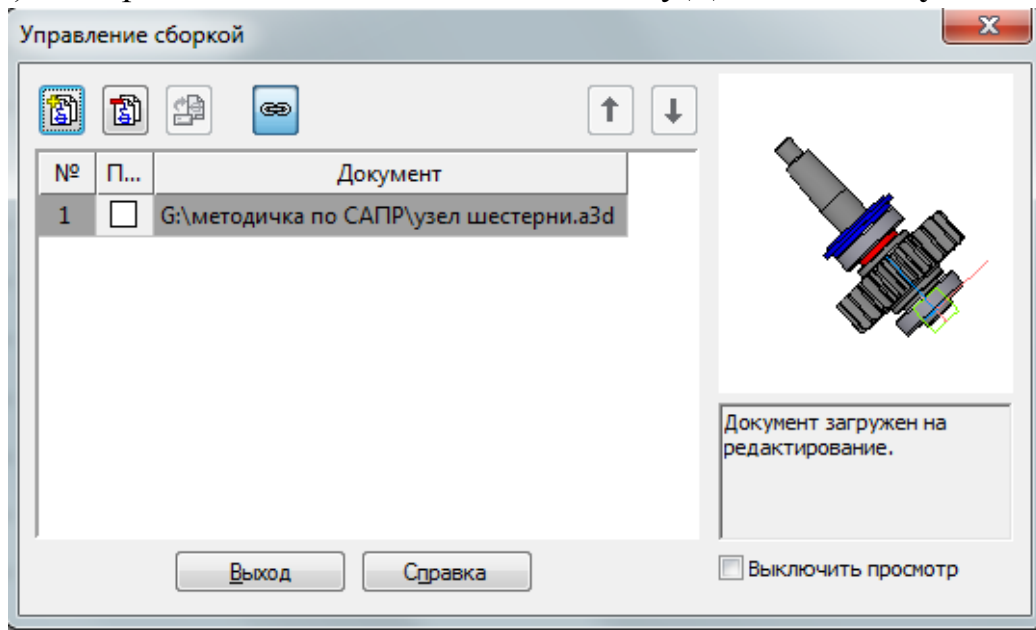

Рисунок 4.5 – Добавление элемента спецификации
31) Подключите опции **Заполнить основную надпись** и **Передавать изменения в документ** (рисунок 4.5). Нажмите кнопку **Выход**.